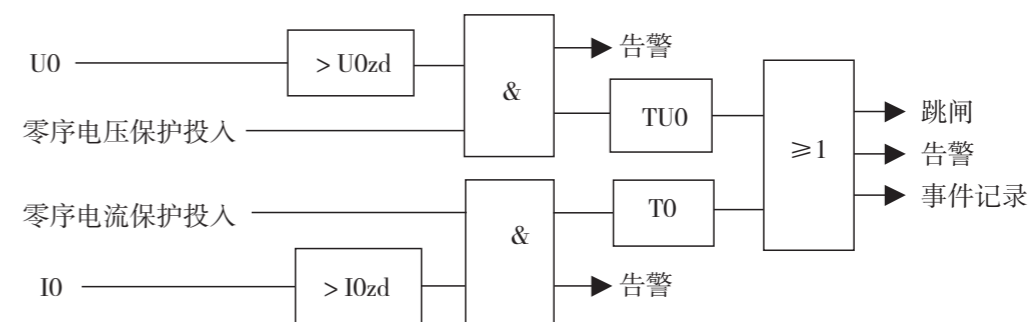

图 7-2 零序电压、零序电流保护逻辑框图
- YZ100-DR开入量图(附图7-2);
附图7-2: YZ100-DR开入量图